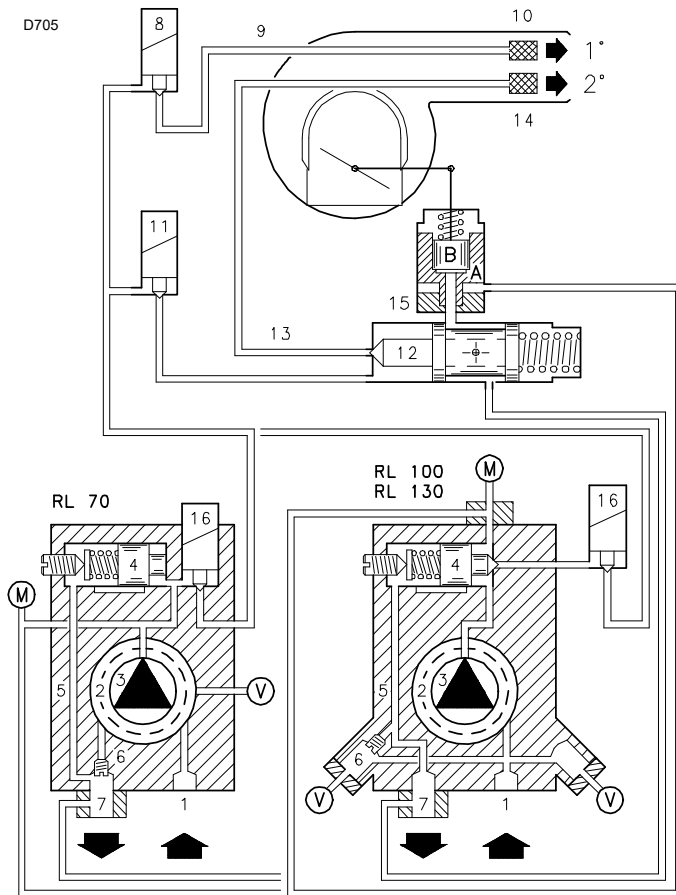

Fig. 27
8.2.1 Burner starting (Fig. 26) - (Fig. 27)